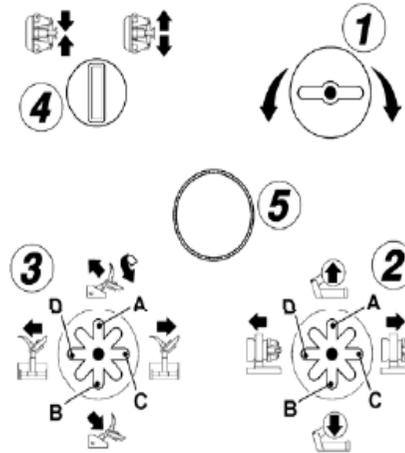

Рис. 12
2. Поверните переключатель вправо (#1 Рис.12): зажимное устройство повернётся по часовой стрелке. Поверните переключатель влево: зажимное устройство повернётся против часовой стрелки. В моделях с педалью управления, нажатие правой педали создаёт вращение зажимного устройства по ч.с., а нажатие левой - против ч. с.
3. Установите переключатель (#2 Рис.12 или #1 Рис.12/А) в положение **А**: зажимной рычаг поднимается вверх. Установите переключатель в положение **В**: зажимной рычаг опустится вниз.